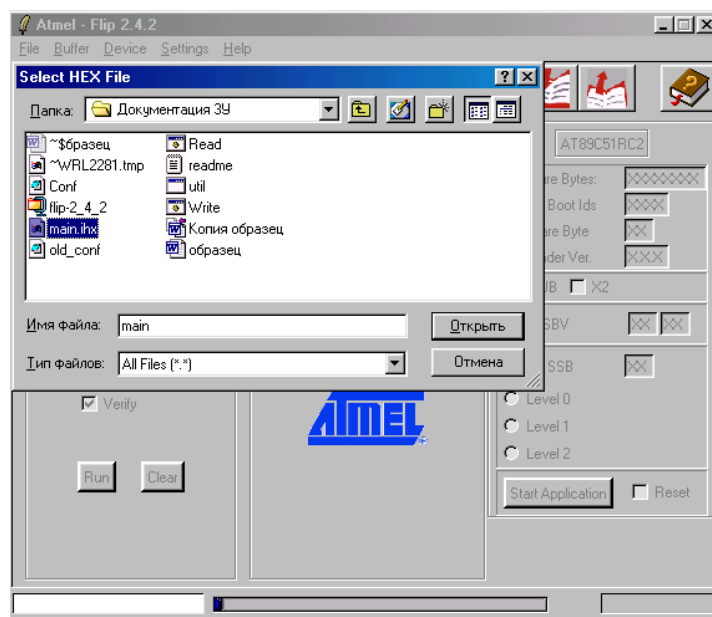

Рисунок 30:
- 11) Загрузите HEX файл (**File→Load HEX File**) (см. рис. 30).